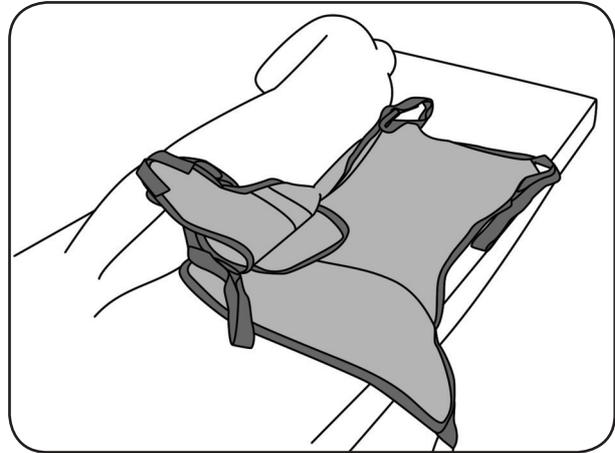

Abb. 8.2.01 – Liftergurt hinter dem Rücken des Patienten positioniert
5. Falten Sie den Liftergurt in der Hälfte zusammen und legen Sie ihn hinter den Rücken des Patienten. Dabei muss die Kopfstütze auf der Höhe des Kopfes des Patienten liegen (Abb. 8.2.01).